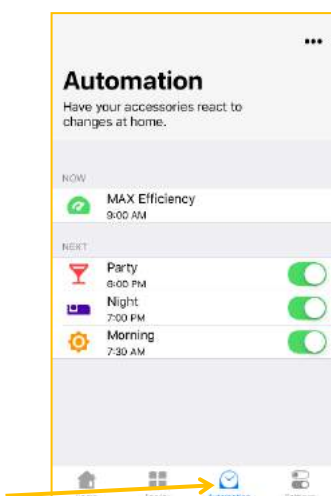

Abbildung 55
10.13.1 Auf das Menü der Jalousie-Aktivitätsszenen – **Automation** tippen (Abb. 55).